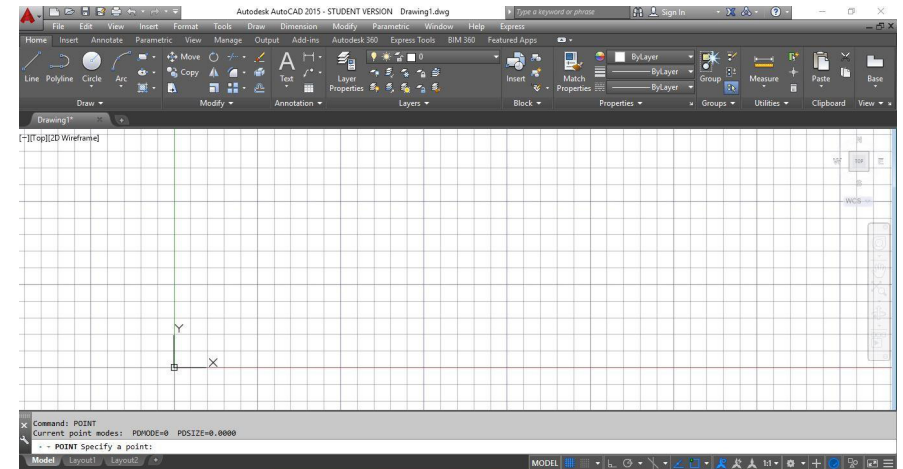

Figura 82 – Especificação das Coordenadas do ponto
- Será solicitado que o usuário especifique o ponto a ser inserido. Deve-se colocar as coordenadas no formato (X,Y) – o X representa o Este e o Y o Norte (Figura 82) e pressionar *Enter*.